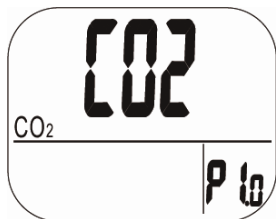

Abb. 7: Setup P1.0: gutes Raumklima
- Nach Aufrufen des Einstellungs-Modus erscheint CO2 und P1.0 im Display (siehe Abb. 7).